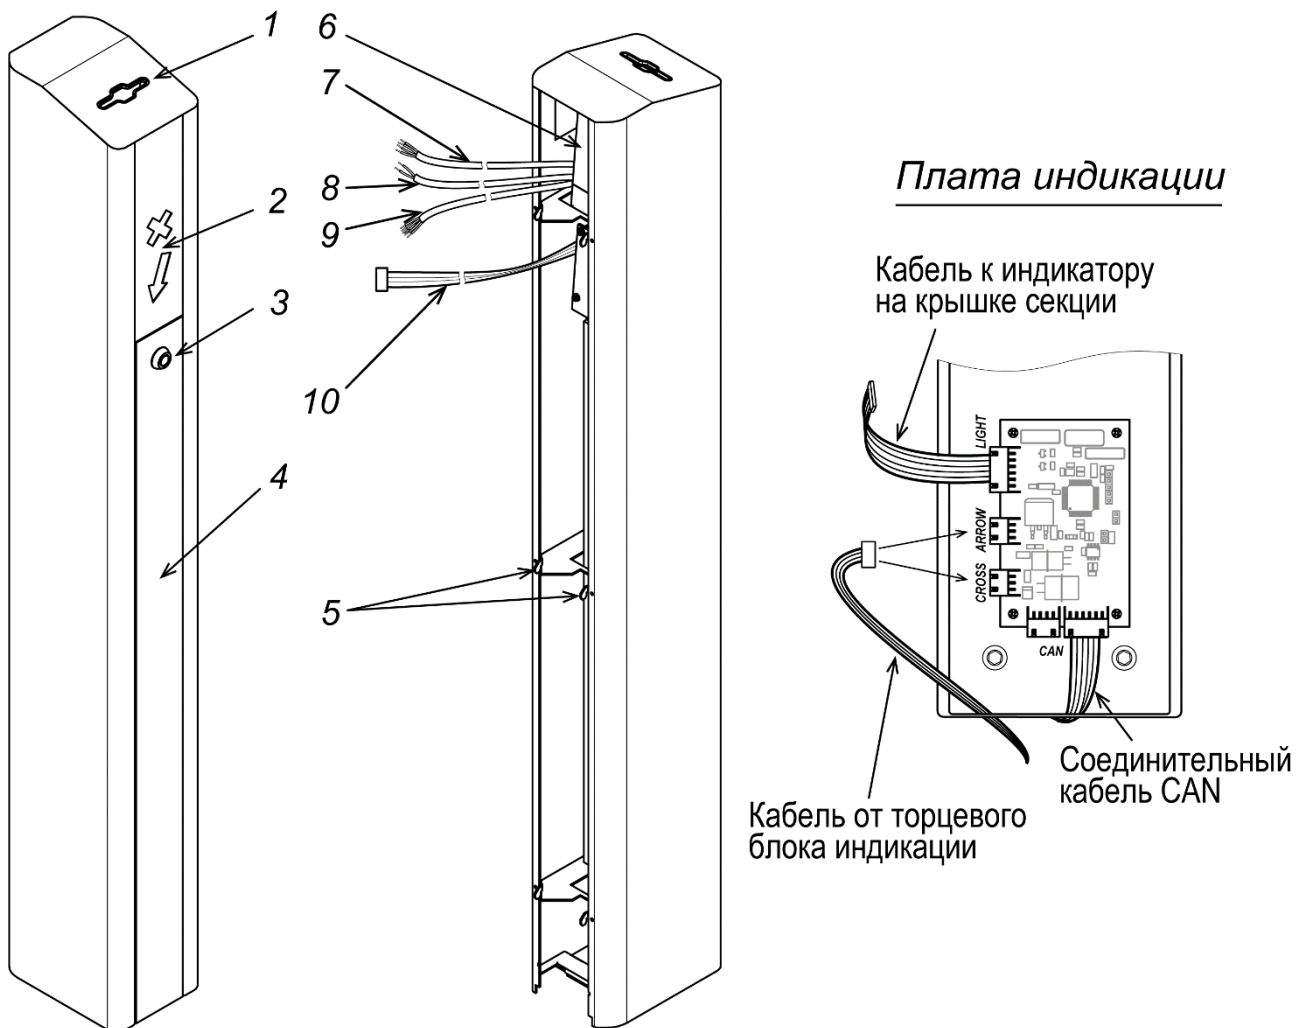

Рисунок 3. Передняя панель PERCo-FP-11C
Устройство панели **PERCo-FP-11C** показано на рис. 3. Далее номера позиций указаны в соответствии с рис. 3.
3. Из передней панели демонтируйте плату индикации, для чего открутите 4 винта, крепящие ее к кронштейну внутри передней панели. Плату индикации зафиксируйте внутри верхнего корпуса под крышкой секции на 4-х самоклеящихся площадках-фиксаторах из комплекта поставки панели **PERCo-FP-11C**. Подключите соединительный кабель CAN к плате индикации (см. рис. 3).
4. Распакуйте панель **PERCo-FP-11C**. При необходимости установите внутри панели встраиваемый считыватель (6), место установки показано на рис. 3. Для установки считывателя используйте двусторонний скотч.
6. Подсоедините в соответствии со схемами на рис. 4 и 5 и уложите внутри секции соединительные кабели (см. рис. 3):
- от источника питания 24VDC – кабель питания картоприемника (8)¹,
- от контроллера СКУД – кабель встроенного считывателя (7) и кабель управления картоприемника (9).
- к плате индикации скоростного прохода – кабель торцевого блока индикации (10). Порядок подключения кабелей к плате индикации показан на рис.:
7. С помощью кабеля (10) подключите торцевой блок индикации (2) к плате индикации в секции **PERCo-ST-11**. Порядок подключения кабелей к плате индикации показан на рис. 3:
9. Установите на место крышку скоростного прохода, не забудьте подключить кабель индикатора крышки из искусственного камня в разъем LIGHT платы индикации (см. рис. 3).